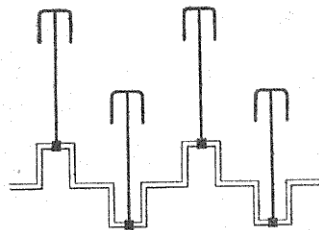

Fig. 52. — Disposition des manivelles dans un moteur à quatre cylindres mal équilibré.
*a priori* que les manivelles sont disposées suivant le schéma de la figure 52. Le travail des cylindres doit se faire, semble-t-il, dans l'ordre 1, 2, 3, 4. Or, des raisons d'équilibrage et d'alimentation du moteur que nous ne pouvons